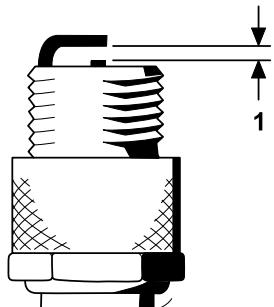

Bild 44
4. Stellen Sie den Abstand zwischen der mittleren und seitlichen Elektrode auf 0,76 mm ein, wie in Bild 44 dargestellt.